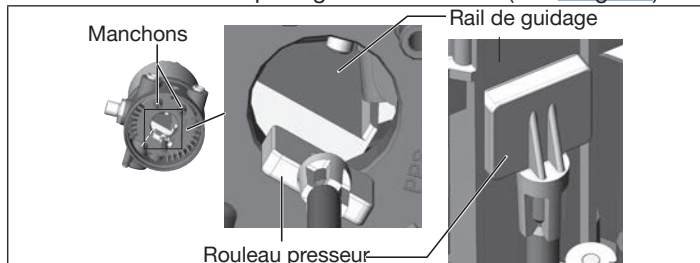

Fig. 6 : Disposition du rouleur presseur et du manchons
2. que les manchons de la tête de commande entrent dans les raccords d'air de pilotage de l'actionneur (voir « Fig. 6 »).